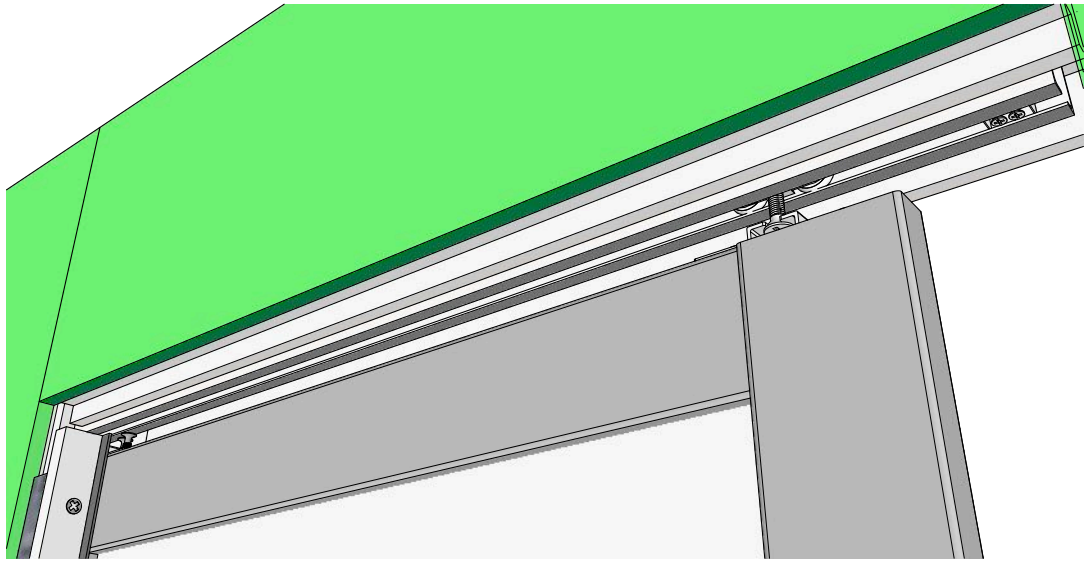

Рисунок 21
9. Монтаж дверного полотна (Рис.21).